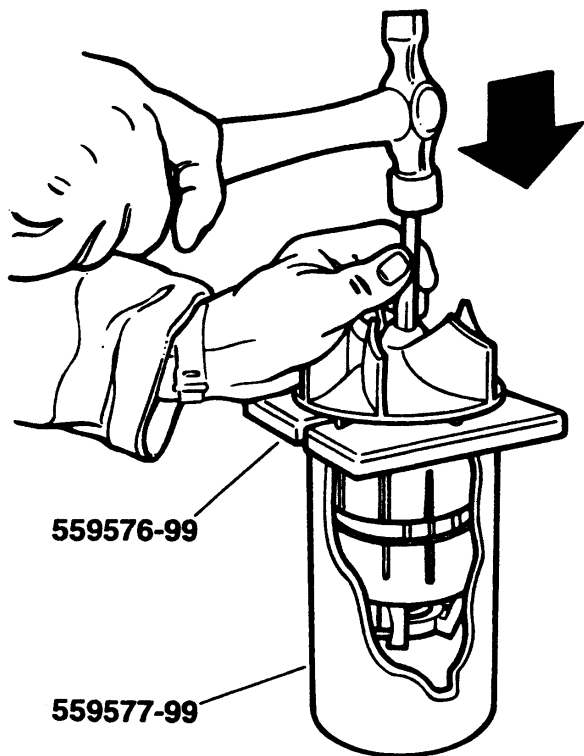

Fig 1
1) Entfernen Sie den vorhandenen Lüfter mit einem Durchschlag und Werkzeug Nr. 55977-99 & 559576-99. Vgl. Abb.1.